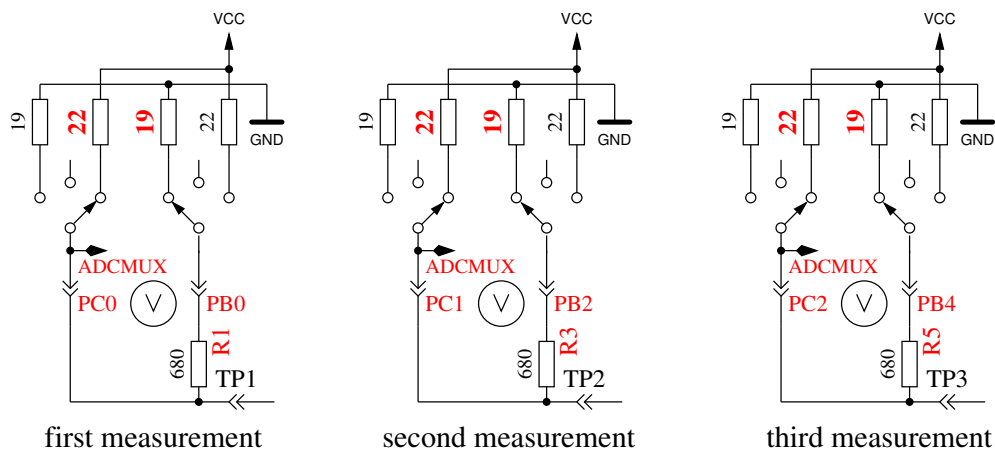

Abbildung 5.66. Messung des Innenwiderstandes des auf VCC geschalteten Port-C-Ausgängen.
9. **Messung des Innenwiderstandes von auf VCC geschalteten Port-Ausgängen.** Der benötigte Strom wird von auf GND geschalteten 680Ω-Widerständen geliefert. Es ist die gleiche Messung wie die in Test 8 zur anderen Seite, wie in Abbildung 5.66 gezeigt wird. Der Innenwiderstand wird wie folgt berechnet: Um den Strom zu berechnen: $(5001 - (\text{Ergebnis von Test 8}) - (\text{Ergebnis von Test 9})) / 680$. Die Widerstandswerte ergeben sich, wenn die gemessene Spannung durch diesen Strom dividiert wird. Das Ergebnis für diesen Test wird dann in Zeile 1 mit dem Text „RI_Hi=“ in Ω angezeigt, der Innenwiderstand zur GND-Seite wird in Zeile 2 mit dem Text „RI_Lo=“ angezeigt. Diese Werte werden ab Software-Version 1.06k bei jeder Messung neu bestimmt und hier nur dargestellt.